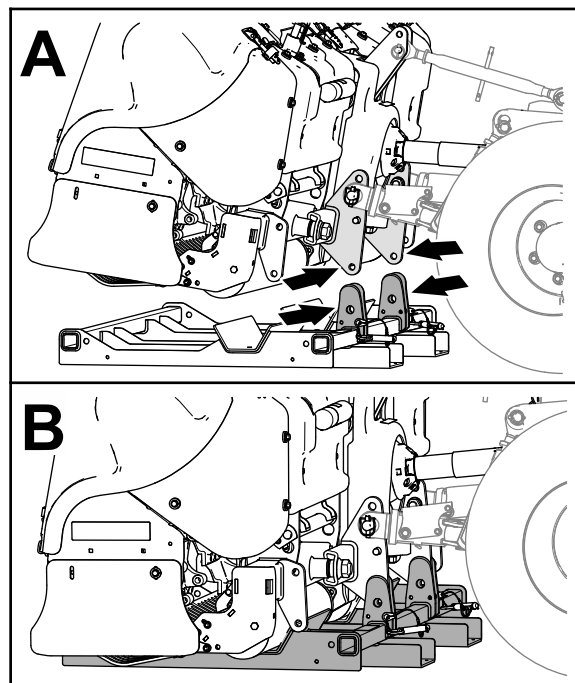

Рисунок 45
1. Совместите опорные пластины подставки для хранения с кронштейном подставки на раме сцепки машины (Рисунок 45).
2. Опустите машину на подставку для хранения так, чтобы отверстия в подставке были совмещены с отверстиями в кронштейне подставки сцепки (Рисунок 45).